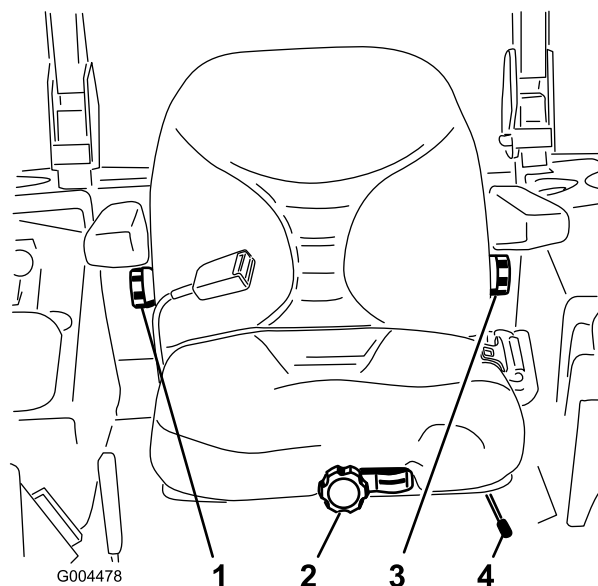

図 23
1. 調整は、レバーを横に動かしてシートのロックを解除して行う(図 23)。
運転席に座らずに、座席前部にあるノブを、オペレータの体重に合わせてセットします(図 23)。
調整は、右側アームレストの下にあるノブを回して行います(図 23)。
調整は、左側アームレストの下にあるノブを回して行います(図 23)。